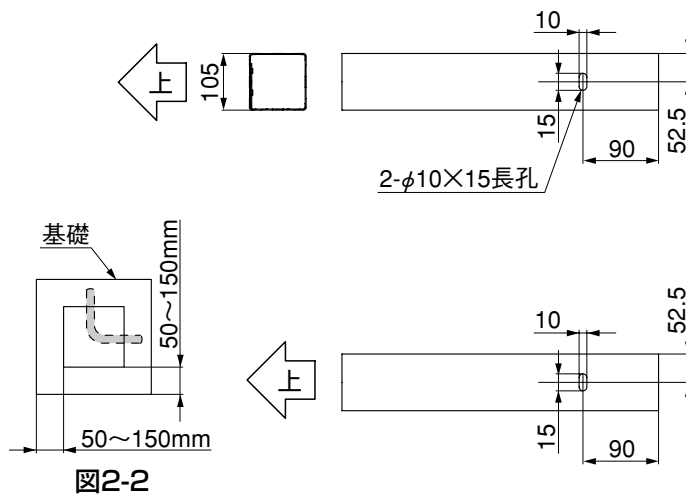

図2-2
- 柱から基礎端部までの距離が50mm～150mmになる場合に実施してください。(図2-2参照)
- 隣り合う2面に加工してください。(図2-2参照)